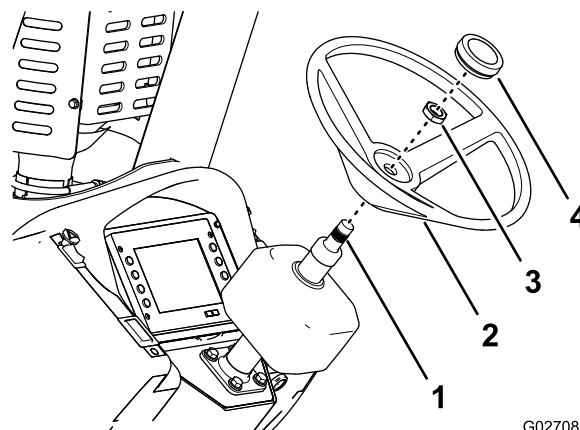

Figure 10
2. Alignez les branches du volant (Figure 10)
3. Alignez les cannelures du volant et les cannelures de l'arbre du volant situé sur la colonne de direction inclinable (Figure 10).
4. Posez le volant sur la colonne de direction inclinable (Figure 10).
5. Fixez le volant sur la colonne (Figure 10) au moyen de l'écrou (13/16 po) serré à un couple de 41 à 49 N·m (30 à 36 pi-lb).